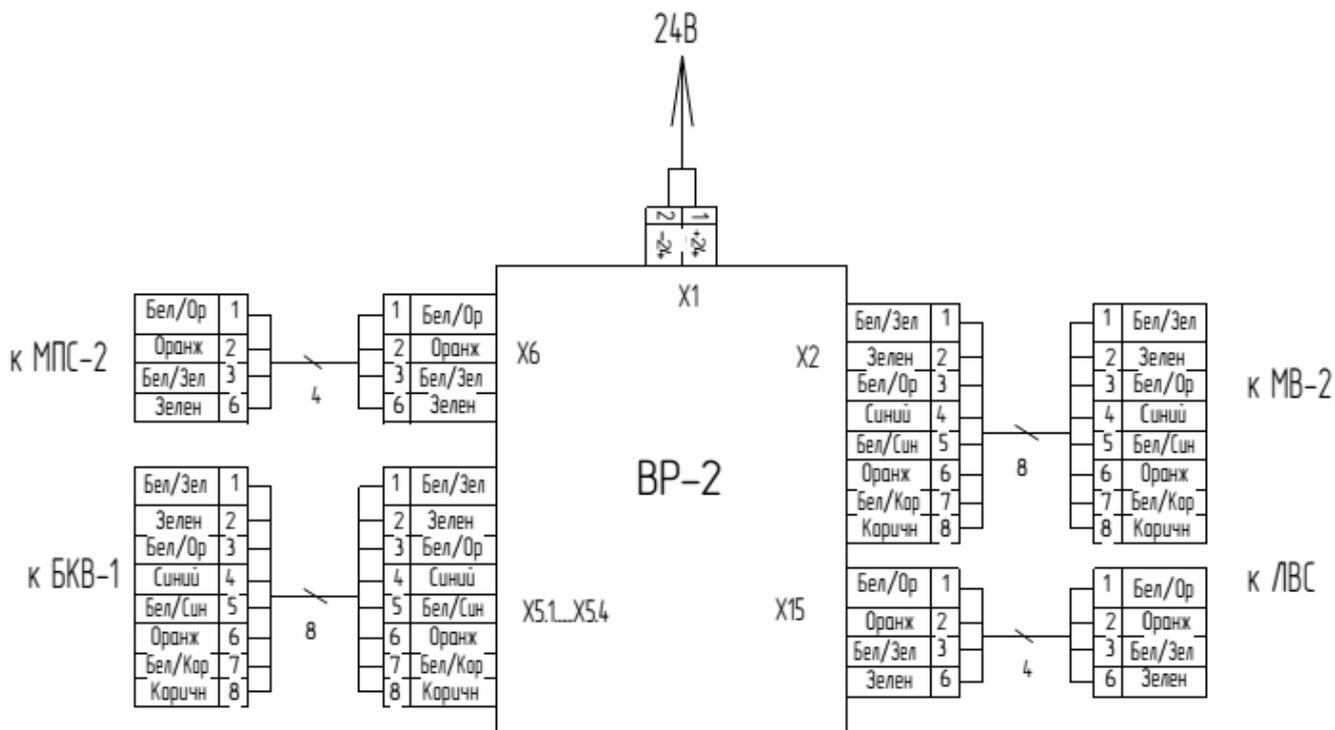

Рис.2 Схема соединений VP-2
4.3.1 Для присоединения VP-2 к MPC-2 и к ЛВС, необходимо использовать 4-х жильный кабель (см. рис.2), предназначенный для промышленных сетей Ethernet. Длина кабеля не должна превышать 50м. Для присоединения кабеля к VP-2 на одном из его концов должен быть установлен соединитель типа - вилка Harting арт. 09451511120 (из комплекта поставки VP-2). На другом конце кабеля должен быть установлен соединитель типа - вилка Harting арт. 09451511120 (из комплекта поставки устройств). Установка соединителей на кабель осуществляется в соответствии с цветовой маркировкой жил, согласно схеме рис.2.
4.3.2 Для присоединения VP-2 к БКВ-1 и к MB-2, необходимо использовать 8-ми жильный кабель (см. рис.2), предназначенный для промышленных сетей Ethernet. Длина кабеля не должна превышать 50м. Для присоединения кабеля к VP-2 на одном из его концов должен быть установлен соединитель типа - вилка Harting арт. 09451511520 (из комплекта поставки VP-2). На другом конце кабеля должен быть установлен соединитель типа - вилка Harting арт. 09451511520 (из комплекта поставки устройств). Установка соединителей на кабель осуществляется в соответствии с цветовой маркировкой жил, согласно схеме рис.2.
4.3.3 Для подключения питания к ВР-2, необходимо использовать провода с сечением жил от 0,5 до 2.5мм², к которым присоединена розетка Wago арт.231-102/026-000 (из комплекта поставки ВР-2). На концах проводов должны быть установлены обжимные наконечники с длиной металлической части от 6 до 8мм. Монтаж проводов в разъем производить в соответствии с маркировкой контактов (см. рис.2).